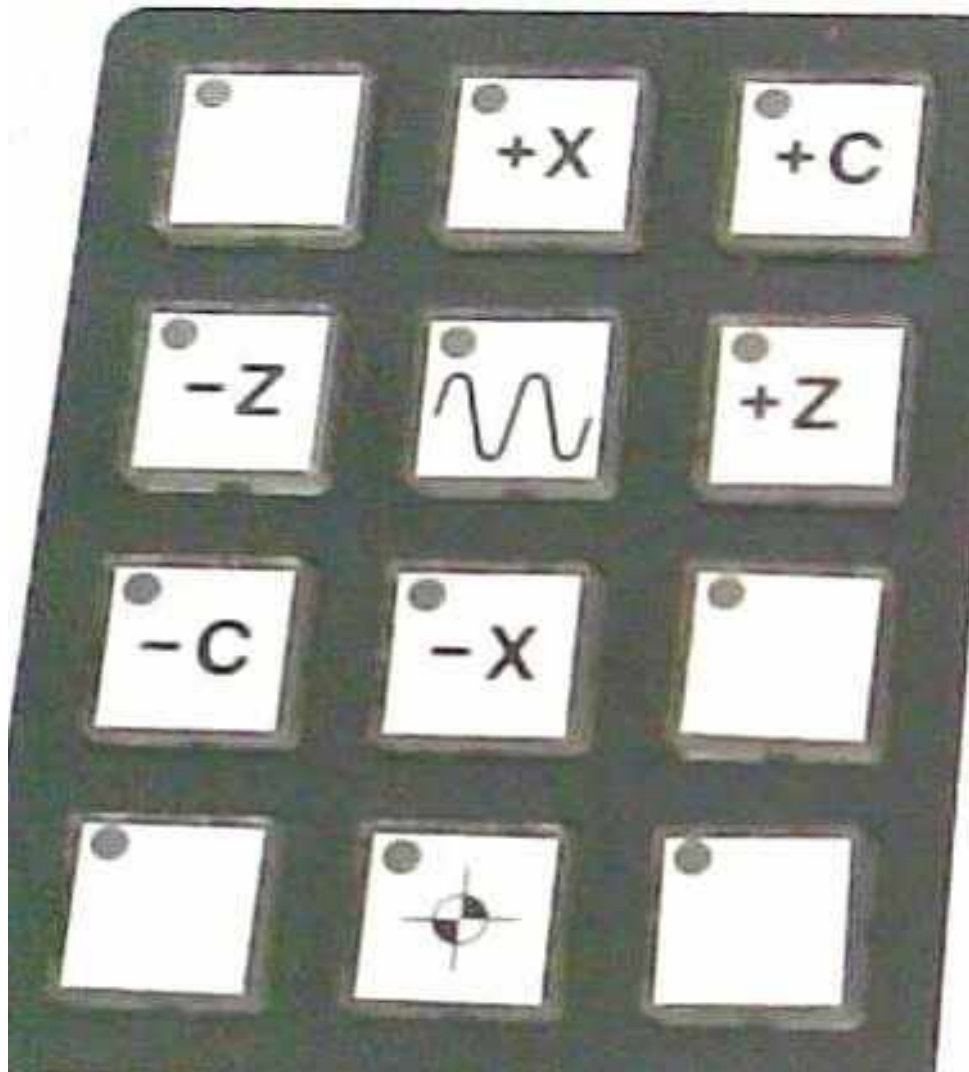

Рис. 10. Клавиши ручного управления координатными перемещениями
4. Переместить инструмент, закрепленный в револьверной головке, на безопасное расстояние к детали (примерно 3 – 4 мм), пользуясь клавишами $-X$, $+X$, $-Z$, $+Z$ (рис. 10).